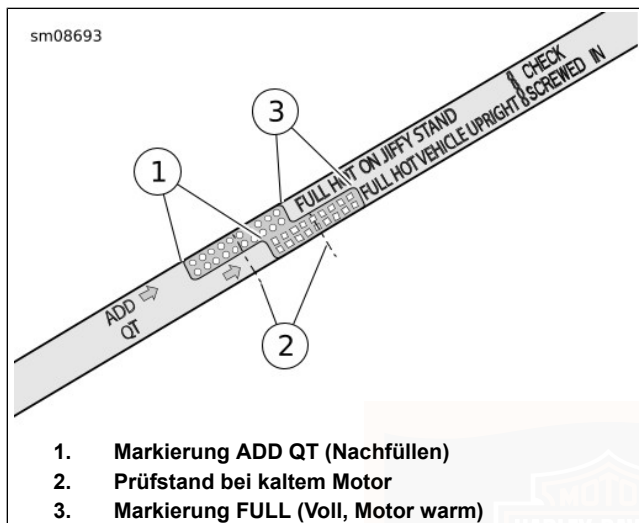

Abbildung 93. Motorölmessstab
- e. Siehe Abbildung 93. Ölstand prüfen. Der korrekte Ölstand bei kaltem Motor liegt auf halbem Wege (2) zwischen den Markierungen ADD QT (Nachfüllen) (1) und FULL HOT (Voll, heiß) (3) auf dem Ölmesstab.
5. Ölstand prüfen. Nur so viel Öl nachfüllen, um den Füllstand zwischen die Ölmesstab-Markierungen ADD QT (1) und FULL HOT (3) zu bringen.
- e. Siehe Abbildung 93. Ölstand prüfen. Der Ölstand sollte zwischen den Markierungen ADD QT (Nachfüllen) und FULL HOT (Voll, heiß) auf dem Ölmessstab stehen.